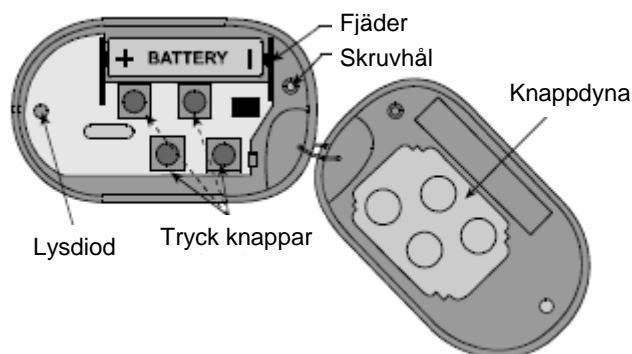

Figur 5. Montering av batteri
2. Sätt i batteriet, var noga med plus och minus (CR123A) (se figur 5).